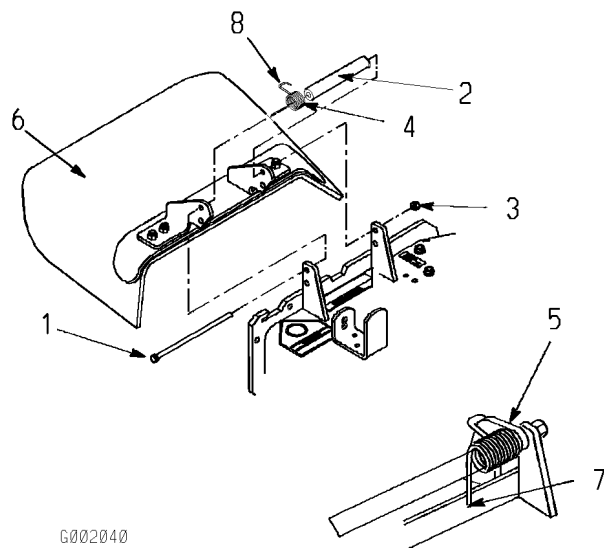

Figure 66
1. Retirez le contre-écrou, le boulon, le ressort et l'entretoise qui fixent le déflecteur aux supports de pivot (Figure 66). Enlevez le déflecteur s'il est endommagé ou usé.
Remarque: Prenez soin de placer l'extrémité en **L** du ressort derrière le bord du plateau avant de mettre le boulon en place, comme indiqué à la Figure 66.
3. Remettez le boulon et l'écrou. Accrochez l'extrémité en **J** du ressort au déflecteur d'herbe (Figure 66).